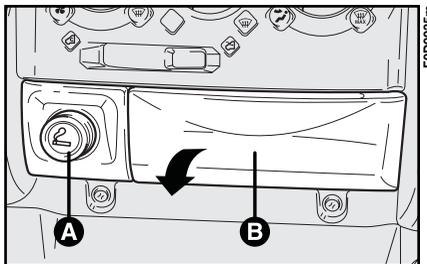

Abb. 117
**1** - Druck auf die Taste **A**, **Abb. 117** zum Einschalten des Zigarettenzünders: Nach ca. 15 Sekunden springt die Taste automatisch in ihre Ausgangsstellung zurück, und der Zigarettenzünder ist gebrauchsbereit.